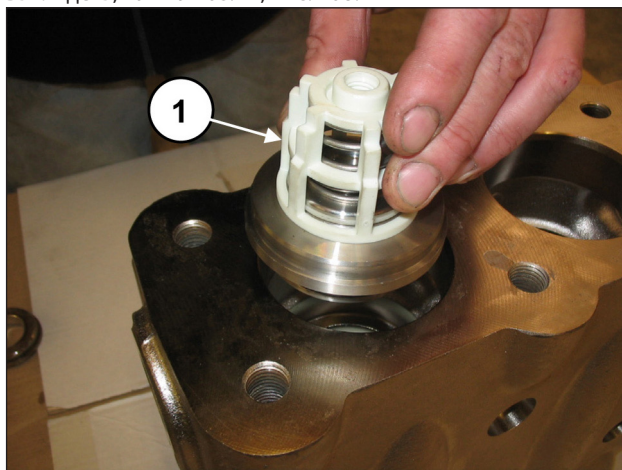
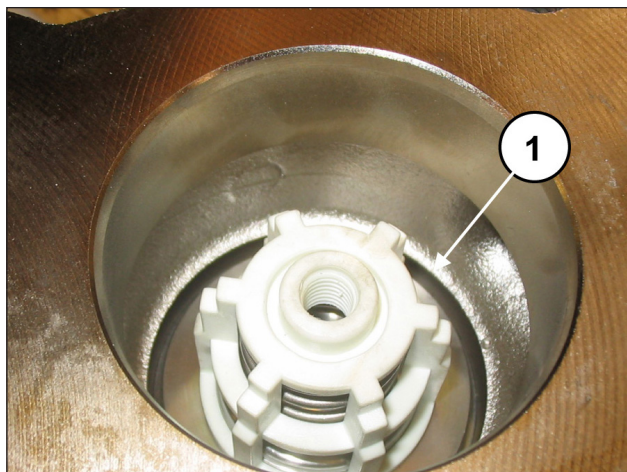

Рис. 107
Рис. 108
Вставьте узел нагнетательного клапана (поз. ①, Рис. 107). Клапанный узел должен быть вставлен до упора и выглядеть, как на поз. ①, Рис. 108.